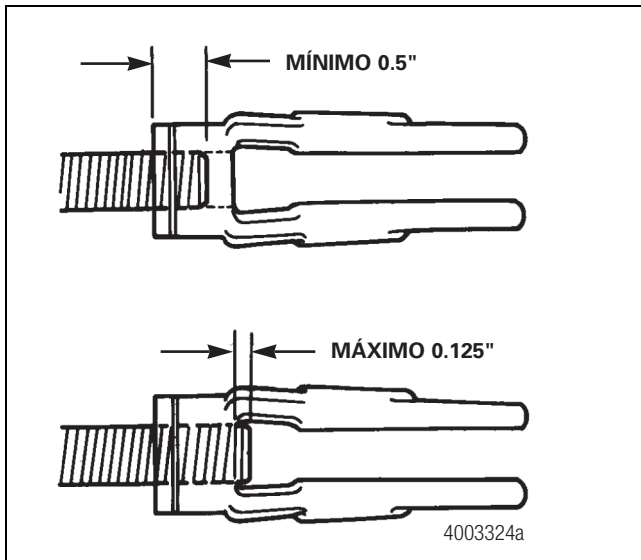

Figura 12.23
- El vástago no debe extenderse a través de la horquilla más de 0.125 pulgada (3.18 mm). Figura 12.23.